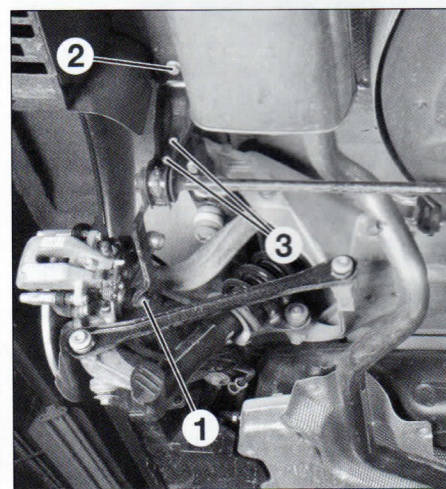

FIG. 16
- la fijación (1) (fig. 16) de bieleta de barra estabilizadora.
- la fijación (2) de barra estabilizadora.
- las fijaciones (3) del semiapoyo de barra estabilizadora.